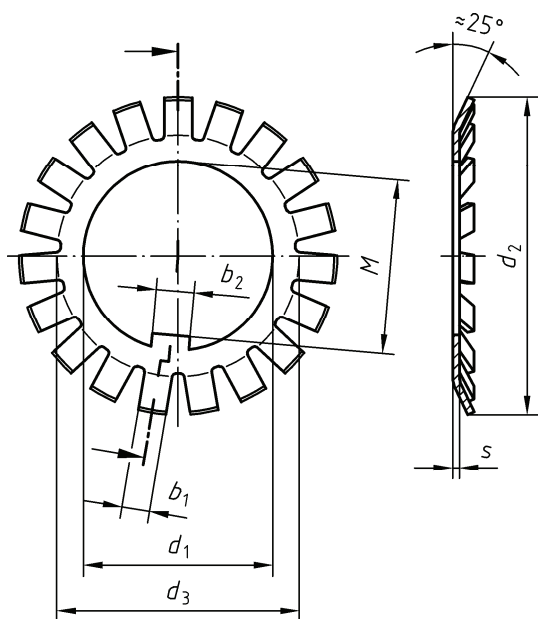

Bild 1 — Sicherungsblech MB . . und MBL . .
a) Sicherungsbleche (siehe Bild 1)